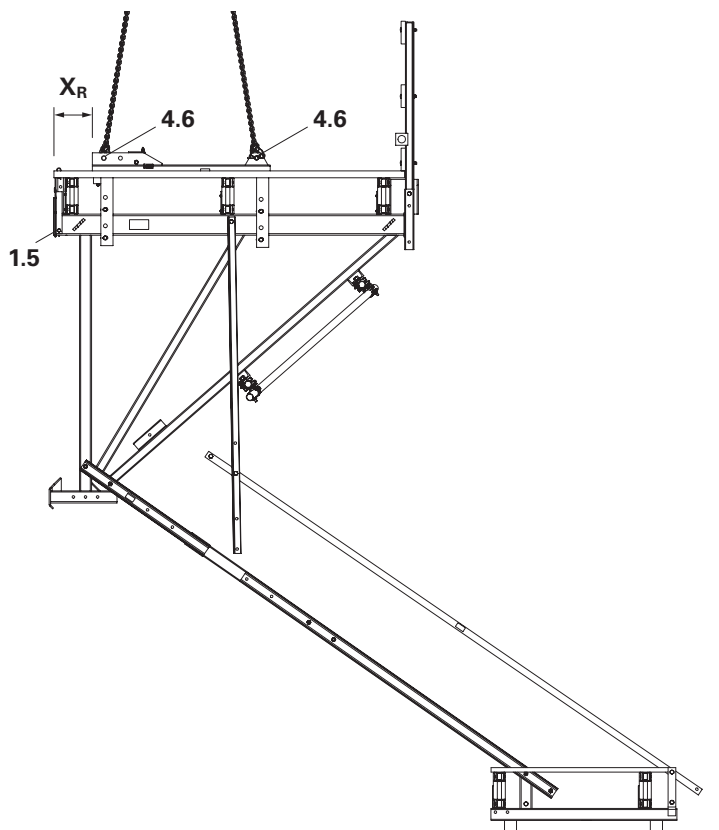

Fig. B1.45
5. Elevar o conjunto da ancoragem e desmontar a plataforma de recuperação. (Fig. B1.45)